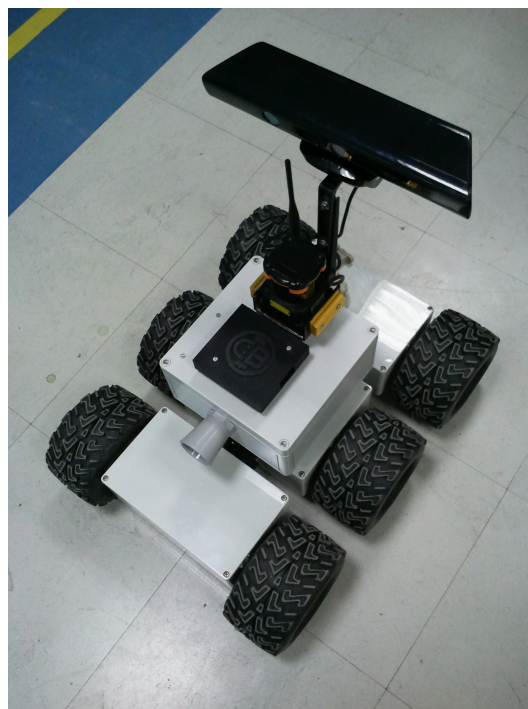

Figure 1. Le robot CoreBot M de la Team CoreBots
- L'adoption d'une toute nouvelle plateforme mobile à 6 roues (cf. figure 1). Comme l'année dernière, nous n'avons pas retenu une plateforme dédiée à une utilisation en intérieur, mais une plateforme très générique. Capable de franchir des marches ou de rouler dans le gravier ou l'herbe haute, ce robot 6 roues se rapproche d'un produit fini. Le *CoreBot M*, architecturé autour d'une carte mère à base de Core i7 faisant tourner Ubuntu 10.04LTS, intègre un capteur laser Hokuyo UTM30LX, une Kinect, une centrale inertielle 6 axes VectorNav (utilisée pour détecter les pentes), et un capteur ultrasons très directif permettant d'éviter vitres et autres miroirs...